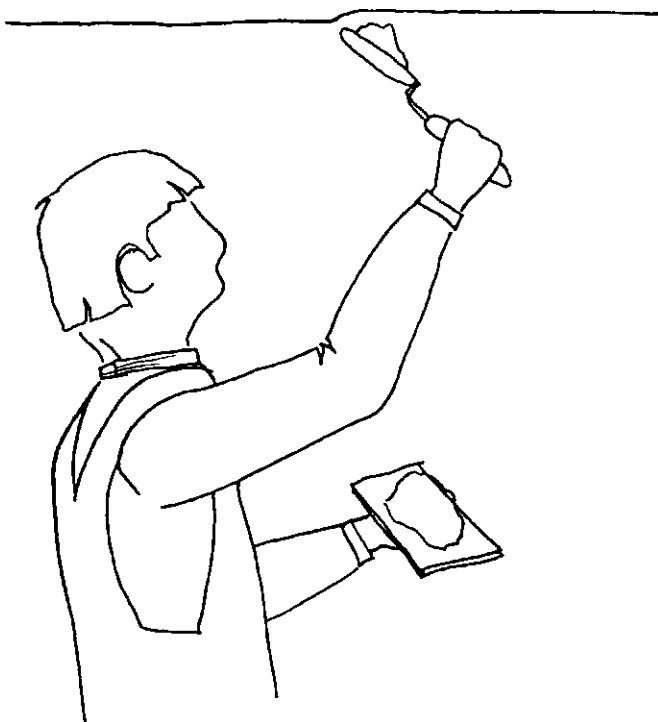

Fig. 4. Brukslagren slogs på "vätt-i-vätt".
- Nästa bruksblandning var styvare i konsistensen och slogs på efter ca en timme. Brukslagren slogs på "vätt-i-vätt" för att bilda en stark sammanhängande bruksmassa som inte skiktat sig. Det underliggande bruket fick alltså inte torka helt men måste ändå vara så pass styvt att det inte ramlade ner (fig. 4).